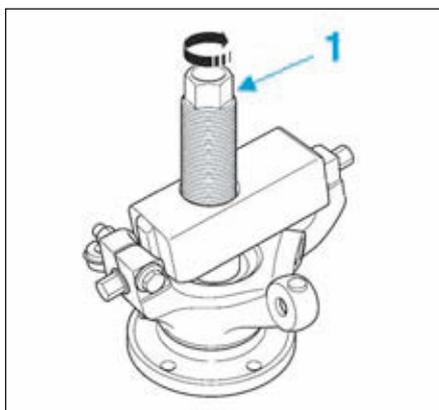

FIG.6
- Serrer l'axe (1) jusqu'à venir exercer une pression sur le moyeu (Fig.6).